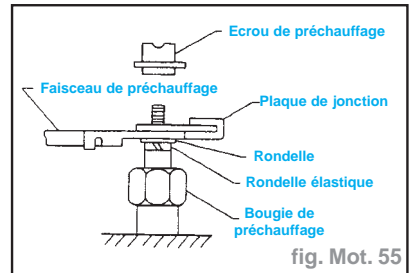

fig. Mot. 55
- Monter correctement la plaque de jonction des bougies de préchauffage (fig. Mot. 55).